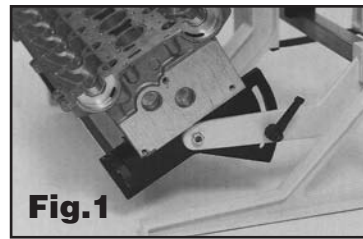

Fig.1
1. Posicione la culata (cabeza) a trabajar sobre los soportes laterals protegidos con una base de plástico (fig 1).
2. Manualmente ajuste los soportes laterals, virando la culata (cabeza) hacia el ángulo apropiado de alineación de válvulas verticalmente, y apriételos en posición (fig 1).